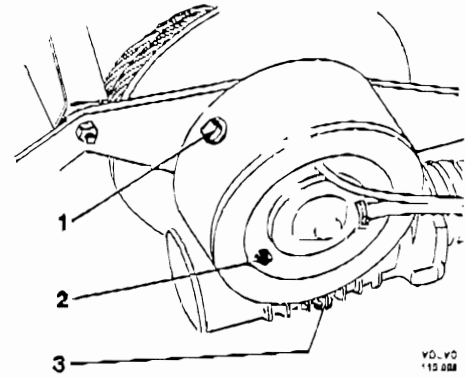

Bild 37. Snäckväxelhusets pluggar
5. Tappa av oljan från vinschens växelhushus genom att ta bort avtappningspluggen (3). Bild 37.